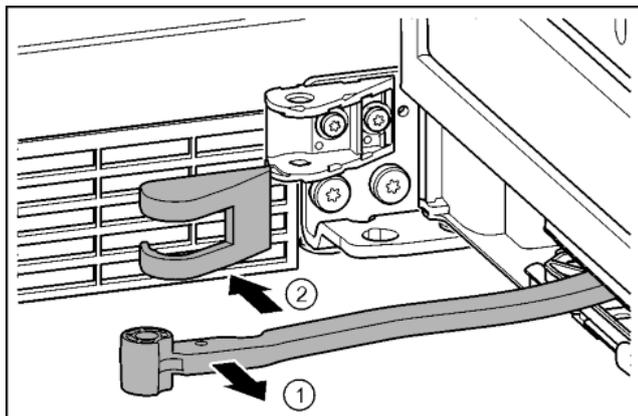

Fig. 19
- ▶ Ruotare lo snodo in direzione della porta. Fig. 19 (1)
- ▶ Rimuovere la copertura del blocco di supporto. Fig. 19 (2)